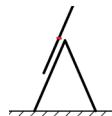

Рисунок 1 — Складная лестница в рабочем положении с выдвижной лестницей сверху
- Запрещается выдвигать верхнюю лестницу 3-секционной лестницы в положении А, если красная перекладина (или 4-я перекладина сверху) выходит за пределы шарнирного соединения (Рисунок 1).
- Запрещается подниматься по 3-секционной лестнице в положении А выше шарнирного соединения (Рисунок 1).